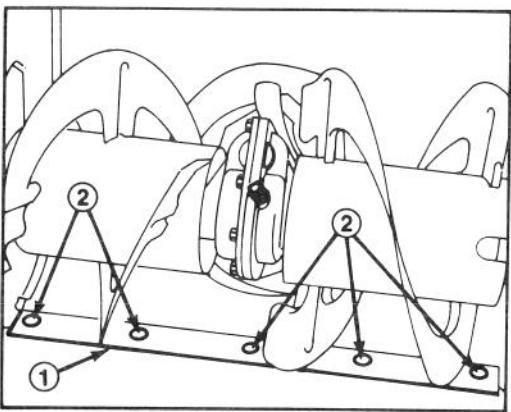

Figure 21
2. Réglez les deux patins pour qu'il y ait 1/8" (3 mm) entre le bas de la tarière et la surface plane et de niveau. Quand les patins sont bien réglés, serrez les écrous à collet. Vérifiez ensuite la lame racleuse montée sur le bas du logement de tarière. Pour la régler, desserrez les cinq vis de montage, mettez la lame à niveau, puis resserrez les vis. La lame racleuse doit être parallèle à la surface plane et de niveau (Fig. 21).